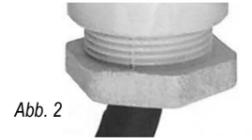

Abb. 2
4. Die Überwurfmutter der Kabelverschraubung so festziehen, dass die Gummidichtung das Kabel fest greift (Abb. 2).